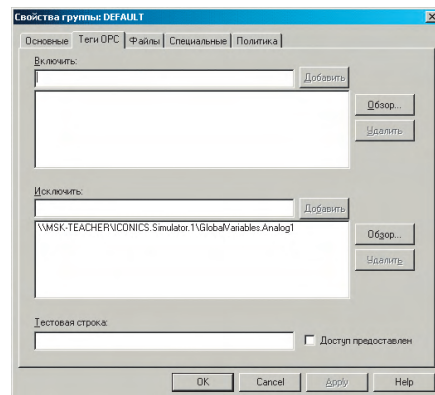

Рис. 9. Свойства группы DEFAULT
1. Для группы DEFAULT (Исходная) добавьте теги, доступ к которым требуется ограничить, в список «Исключить» (рис. 9).